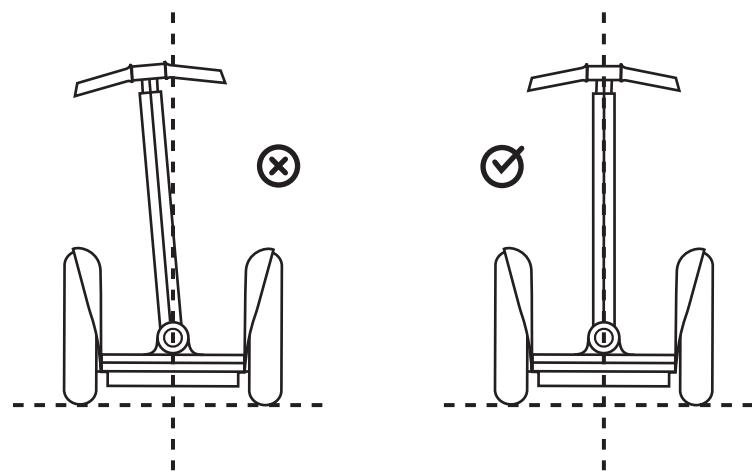

図 4. LeanSteer フレームの中心
4. ファスナーをさらに締める前に、ツールレスリリースが真っ直ぐで中心にきていることを目で確かめます。ハンドルバーが真っ直ぐ中心でない場合は、LeanSteer フレームを調節して、真っ直ぐで中心になるようにします。図 4 を参照してください。